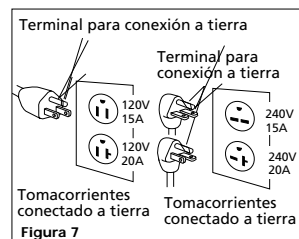

Figura 7
1. Este producto debe tener una conexión a tierra. En el caso de que ocurra un cortocircuito, la conexión a tierra reduce el riesgo de un choque eléctrico proporcionándole un cable de escape para la corriente. La unidad está equipada con un cable con una terminal para la conexión a tierra. La misma calzará en uno de los tipos de tomacorrientes mostrados en la Figura 7. Si el enchufe no calza en el tomacorriente deseado, haga que un electricista calificado reemplace el enchufe o el tomacorriente.
1. Si el enchufe del cordón eléctrico no le parece familiar o si no entra en el tomacorriente, la Figura 7 le permitirá familiarizarse con éstos y con los voltajes necesarios para los mismos.